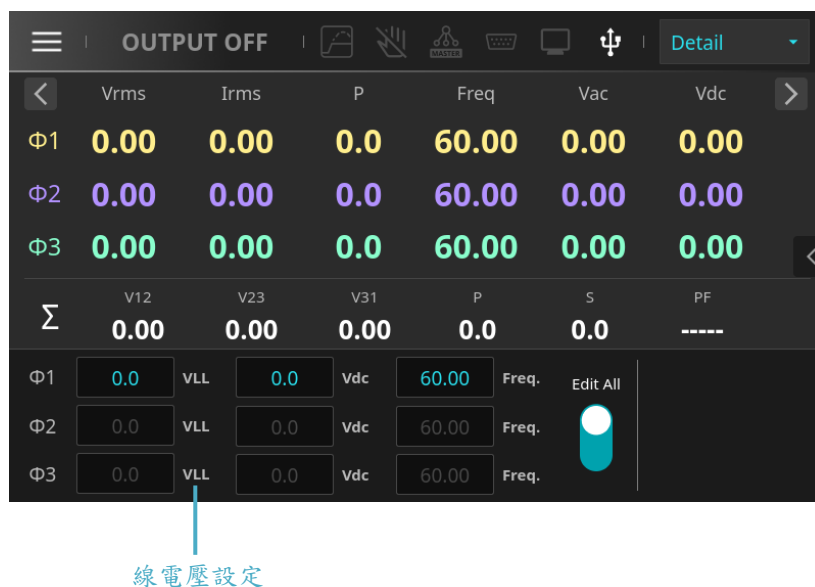

图 4-32 三相模式主画面(Balanced 线电压 (Line) 设定)
6. 点选首页键  回到主画面，如图 4-32 所示，三相之间的电压和频率相等且设置为线电压(Line)。